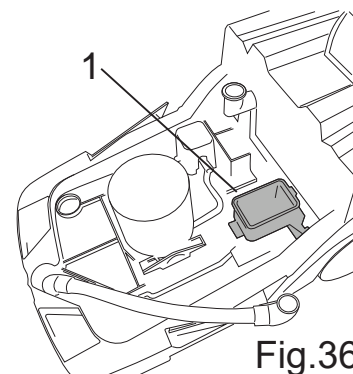

Fig.36
- Очистите внутреннюю часть распределительного клапана (рис. 36 - поз. 1), удаляя налет, и промойте водой; протрите мягкой тканью уплотнения крышки.